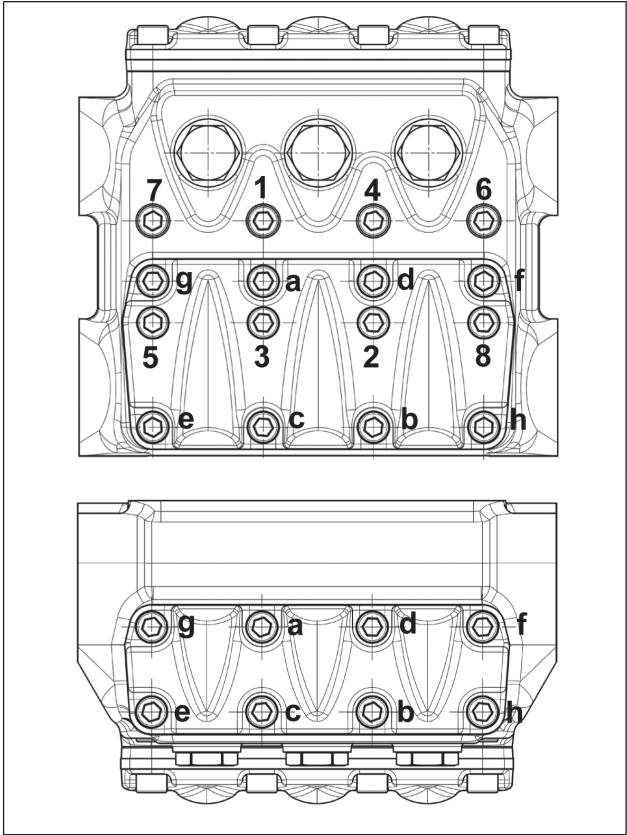

图47
* 连杆帽固定螺丝必须按照第118页所述的步骤同时拧紧。 ** 泵头固定螺丝必须以扭力扳手拧紧，并润滑螺纹柄。 *** 阀盖固定螺丝必须按照(图47)表中所述的顺序用扭力扳手拧紧，并润滑螺纹柄。